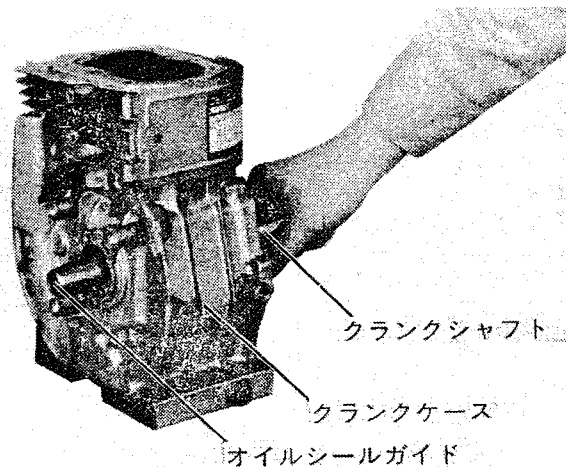

Fig 5-3-1
- ② シリンダヘッド及びピストン頭部に付着しているカーボンは完全に除去し特にピストンリング溝に附着したカーボンは注意して除去する。
- ③ 各オイルシールリップ部の傷の有無を点検し傷のある物は交換する。又、組立時はリップ部にオイルを塗布する。
- ④ ガasket類は新品と交換する。
- ⑤ キー、ピン、ボルト、ナット類は必要に応じて新品と交換する。
- ⑥ トルク規制のある部分は規定の締付トルクで締付ける様にする。
- ⑦ 組立時は回転部及び摺動部にオイルを塗布する。
- ⑧ 必要に応じて各部のクリアランスの点検及び調整を実施した後に組立てをする。
- ⑨ 組立中主要部を組付けたら、その都度手廻しをして重さや音に注意する。
(2) 組立て順序及び注意事項
① クランクシャフト
- (a) クランクシャフトオイルシールガイドをクランクシャフト先端に組付け Fig 5-3-1の様にしてクランクケースに組付けます。